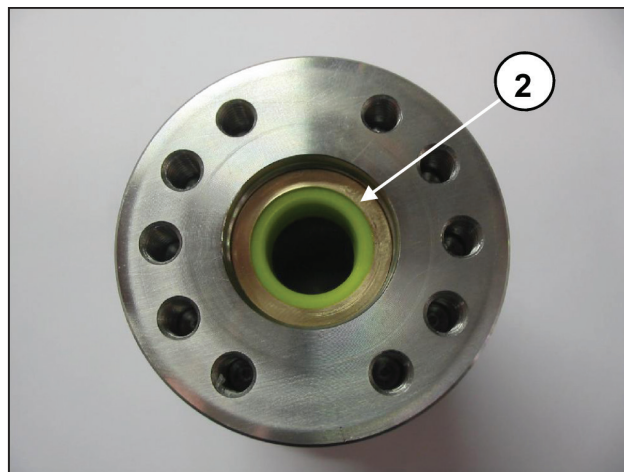
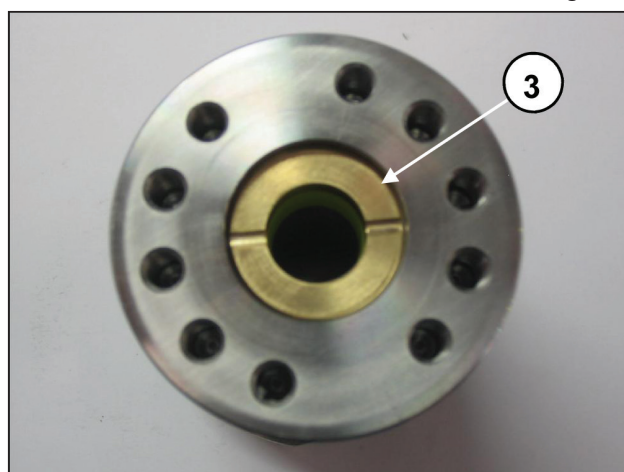
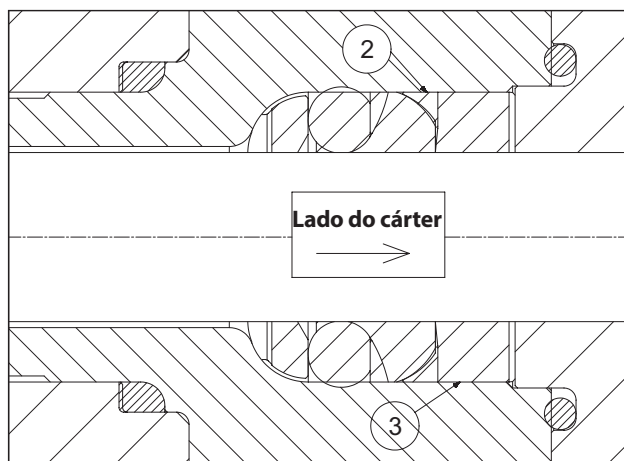

Fig. 124
Fig. 125
Fig. 126
- Introduza o anel anti-extrusão ② e o casquilho das juntas de estanqueidade ③ posicionados conforme as Fig. 124, Fig. 125, Fig. 126.
O casquilho das juntas de estanqueidade ③ deve ser introduzido no suporte com as descargas voltadas para o exterior (lado do cárter), conforme indicado na Fig. 125 e na Fig. 126.